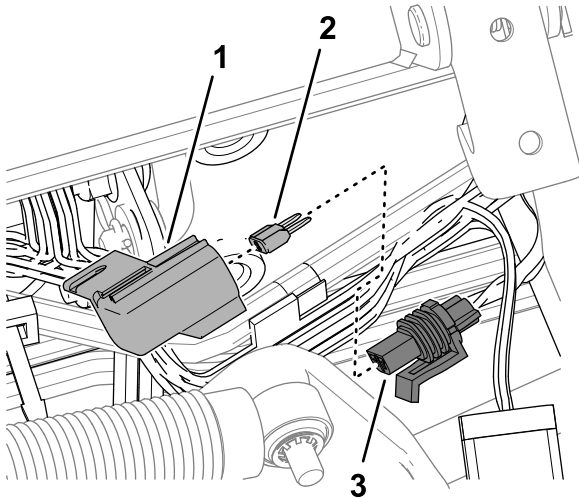

Figura 98
3. Retire el tapón del portafusibles en línea marcado 10 A FUSE TELEMATIC PWR () **Figura 98**.